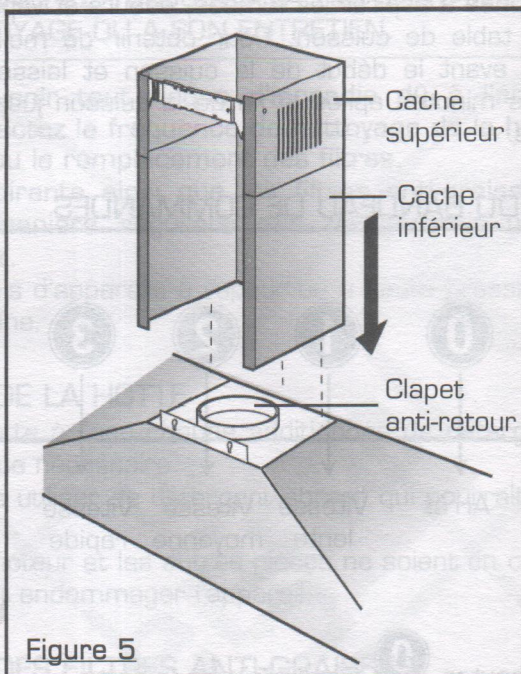

Figure 5
- Le conduit d'évacuation doit être d'un diamètre de 150 mm, en matière non inflammable. Vous pouvez également utiliser un conduit de diamètre inférieur avec le réducteur fourni. Dans ce cas, placez le réducteur sur le clapet anti-retour de la hotte (voir figure 5).
17. Ecartez légèrement le cache inférieur et positionnez-le sur le cache supérieur ainsi que dans le logement de la hotte prévu à cet effet (voir figure 5).
14. Ecartez légèrement le cache inférieur et positionnez-le sur le cache supérieur ainsi que dans le logement de la hotte prévu à cet effet (voir figure 5).